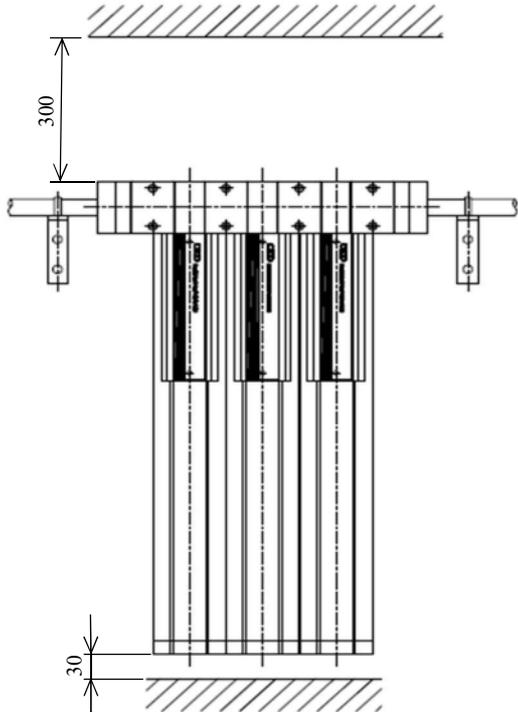

图7
- 1) 通过管道吊起进行安装时或前后直接连接过滤器时，请对氮气制作单元的入口和出口的管道进行固定。（如图7所示）